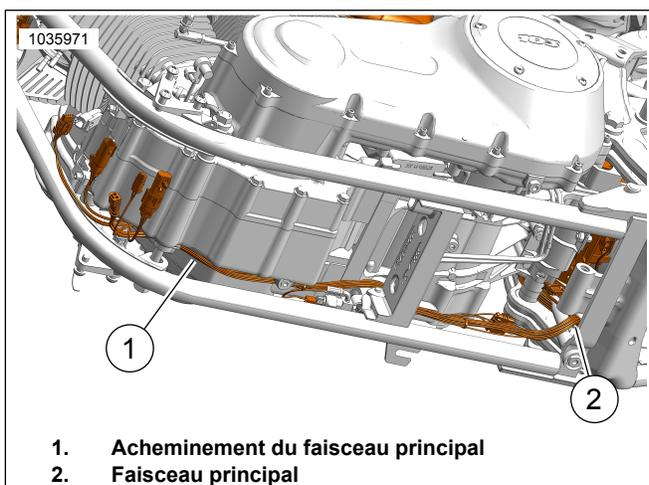

Figure 36. Acheminement du faisceau
16. Voir Figure 36. **Capteur d'oxygène avant (câble de faisceau long)** :
- Localiser le faisceau principal (2).
- Acheminer le faisceau le long du faisceau principal (1), vers le connecteur de capteur d'oxygène avant.